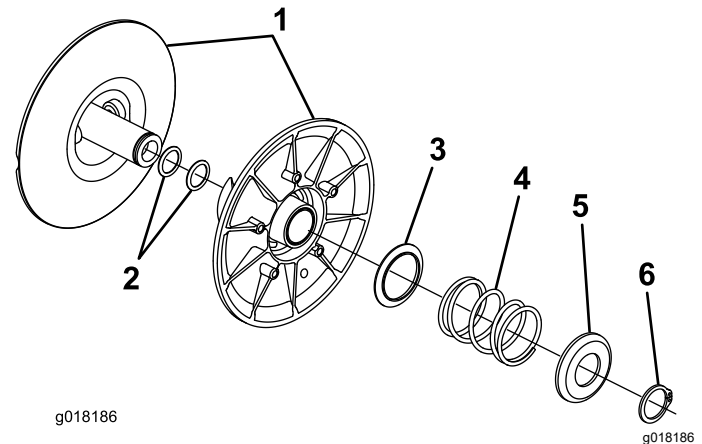

Figure 10
6. Retournez l'embrayage (Figure 10).
7. À l'aide de l'outil de compression de ressort (TOR-6027), compressez la coupelle de ressort extérieure et le ressort vers l'intérieur pour libérer la pression sur la bague de retenue (Figure 10).
9. Séparez les deux moitiés de l'embrayage (Figure 10).
10. Glissez une cale sur l'arbre d'embrayage (Figure 10).